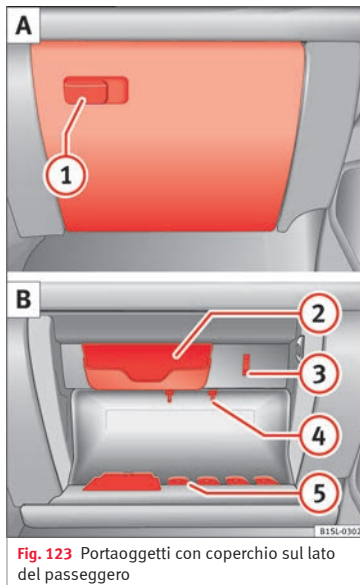

Fig. 123 Portaoggetti con coperchio sul lato del passeggero
Tirare la maniglia per *aprire* » **fig. 123** (1).